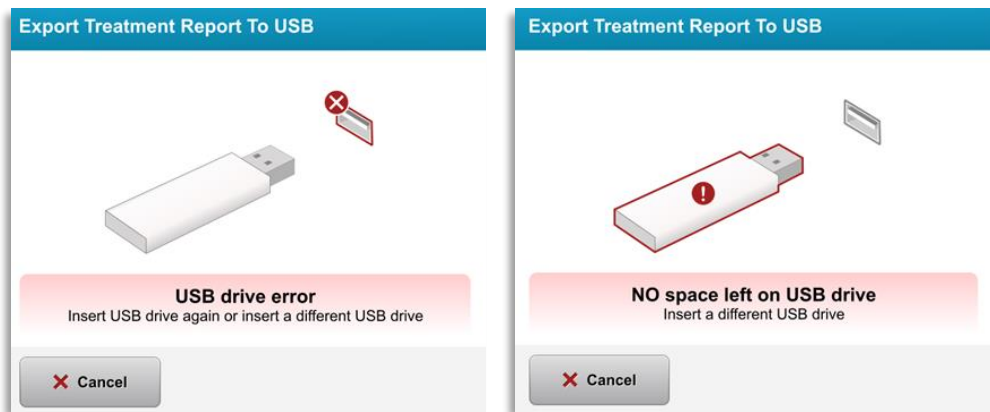

Figura 3-41. Errore USB e chiavetta USB piena
- Se la chiavetta USB è piena o il sistema non è in grado di leggerla, verrà visualizzato un messaggio di errore come mostrato nella Figura 3-41.